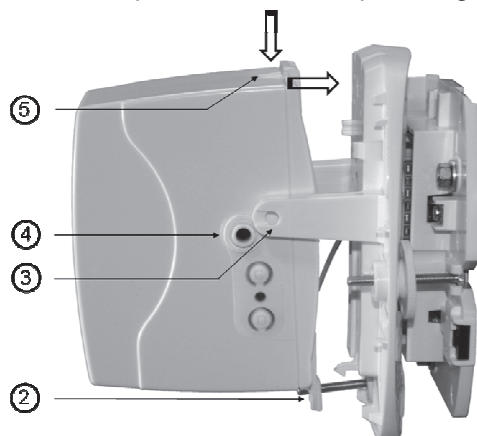

Figure 12 : Procédure pour l'accès aux 2 interrupteurs
- ② Dévisser l'écrou de la molette de réglage vertical sans le retirer de la vis
- ③ Retirer la vis de l'axe de rotation vertical
- ④ Sortir le bloc optique de son logement
- ⑤ Déclipper le clip de maintien du haut du bloc optique et du fond de bloc optique. Pour cela, appuyer avec les 2 pouces vers le bas puis les glisser vers l'avant pour déloger le clip de maintien (Cf Figure 12)